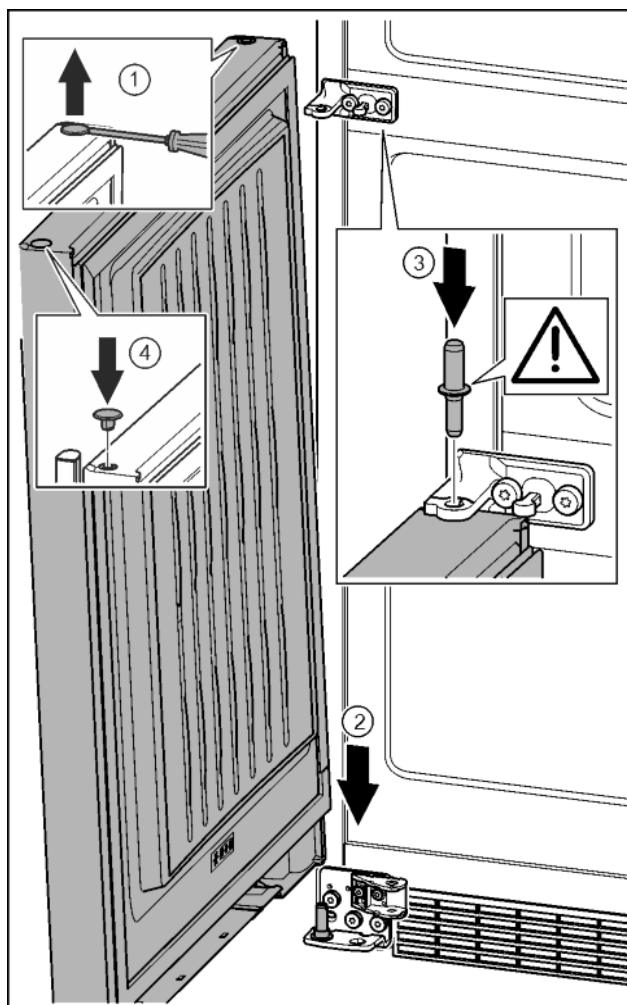

Fig. 34
- ▶ Soulever délicatement le bouchon avec un tournevis plat et le sortir. *Fig. 34 (1)*
- ▶ Mettre la porte par le haut sur l'axe de palier inférieur. *Fig. 34 (2)*
- ▶ Mettre en place l'axe de palier du milieu à travers le support de palier du milieu dans la porte inférieure. Veiller à ce que l'ergot d'enclenchement soit orienté en arrière. *Fig. 34 (3)*
- ▶ Remettre en place le bouchon de l'autre côté de la porte. *Fig. 34 (4)*